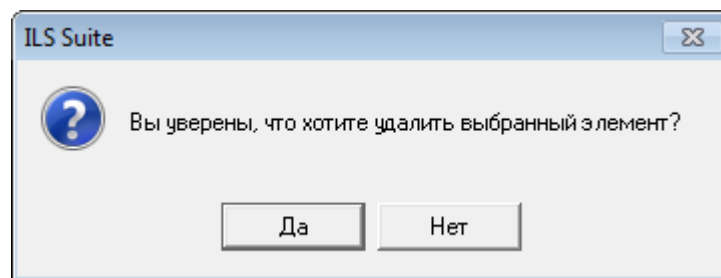

Рис. 13-416 – Диалоговое окно
5) В открывшемся диалоговом окне нажать «Да» для подтверждения действия (рис. 13-416).